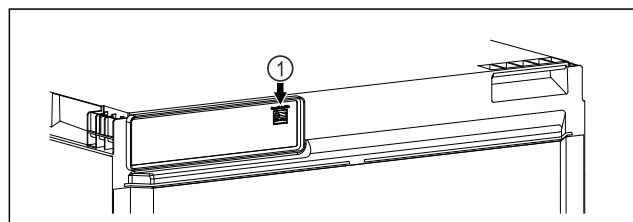

Fig. 28
- ☐ Le SmartModule Fig. 28 (1) est installé.